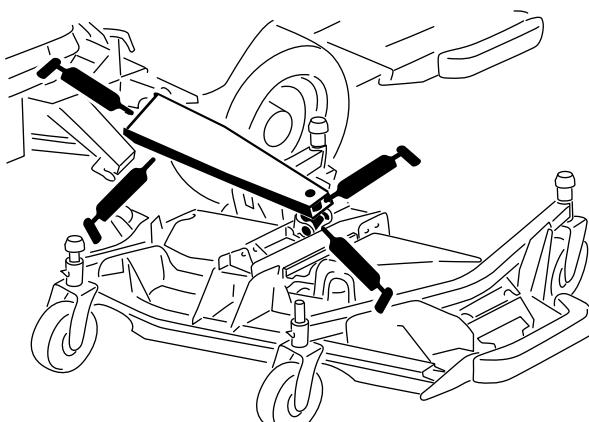

Figura 56
- Casquillos de los brazos de elevación principales (3) (Figura 56)
- Casquillos de los cilindros de elevación (1) (Figura 56).